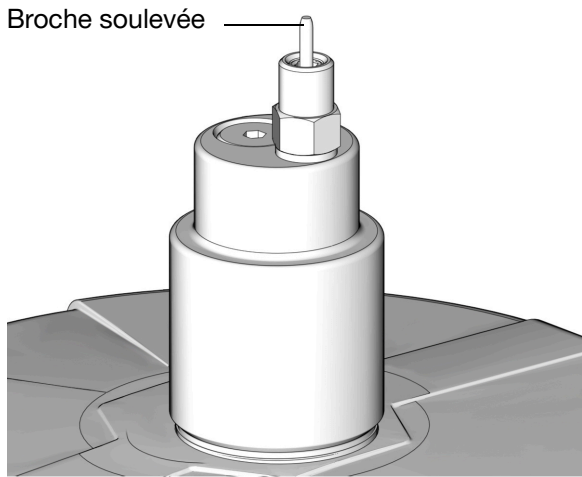

FIG. 18
3. Déposer le couvercle anti-poussière jaune du manchon de raccordement de remplissage (M).
4. Raccorder le flexible d'alimentation (J) entre la pompe déportée de la station de remplissage (F) et le port du manchon de raccordement de remplissage marqué d'un « I ».
5. Lancer la pompe de la station de remplissage déportée (F).
6. Lorsque le réservoir G5 (D) est rempli :
- la pompe de la station de remplissage déportée (AA) cale (se bloque),
- la vanne du mécanisme d'arrêt du remplissage automatique ressort (FIG. 18),
- la valeur indiquée par le manomètre (R) monte jusqu'à la pression de consigne de la pompe de remplissage.
2. Brancher le flexible d'alimentation (J) au débranchement rapide (V).
3. Démarrer la pompe de la station de remplissage déportée (F) et remplir le réservoir de la G5 (D) jusqu'à ce que la broche sur la vanne du mécanisme d'arrêt du remplissage automatique soit poussée vers le haut (voir FIG. 18). La pression augmente dans la pompe de remplissage (F) et celle-ci cale.
4. Couper l'arrivée d'air (H) vers la pompe de remplissage (F).
6. Débrancher le flexible d'alimentation (J) du débranchement rapide (V).